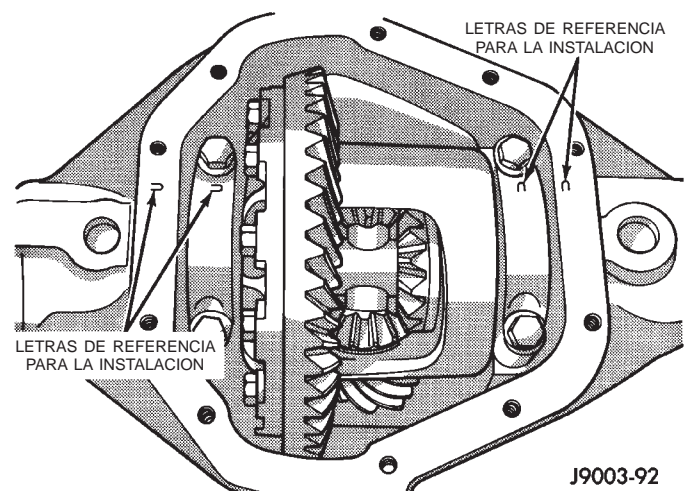

Fig. 37 Letras de referencia de la tapa de cojinete de diferencial
(6) Instale las tapas de cojinete en sus emplazamientos originales (Fig. 37).